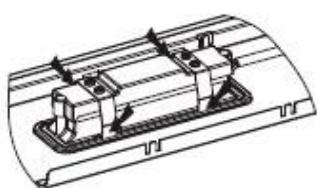

Рис. 3
- Способ 1. Используйте инструмент или руку, чтобы прижать пружинный штифт с обеих сторон светодиодной лампы к внутренней стороне, пока лампочка не будет выдавлена наружу. См. рис. 3 ниже. Затем слегка вытяните соединительный провод лампы. См. рис. 4 ниже.